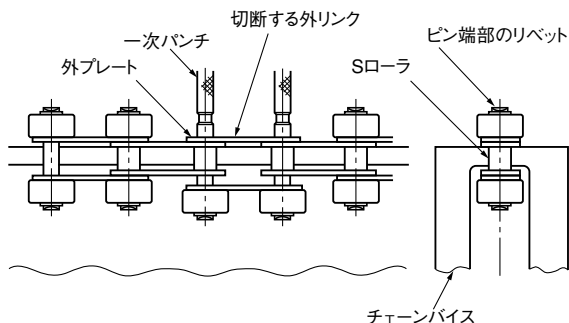

図12. Sローラ形の受け方
- 2) チェーンバイス（59頁参照）にチェーンを図12のようにセットし、ピン端部のリベット（片側の2カ所）をハンドグラインダなどで削り落とします。グラインダ作業では、オーバーヒートに気を付けてください。